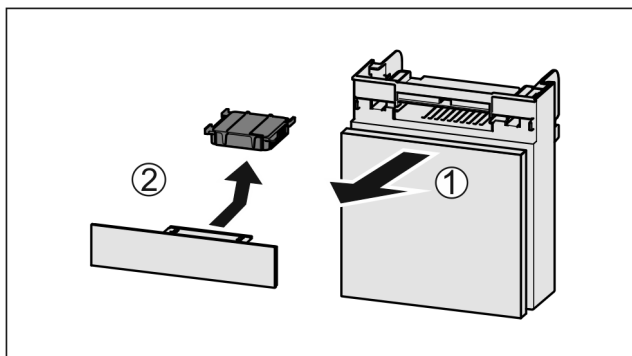

Fig. 75
- Vytiahnite zásuvku smerom dopredu Fig. 75 (1).
- Vyberte aktívny uhlíkový filter Fig. 75 (2).